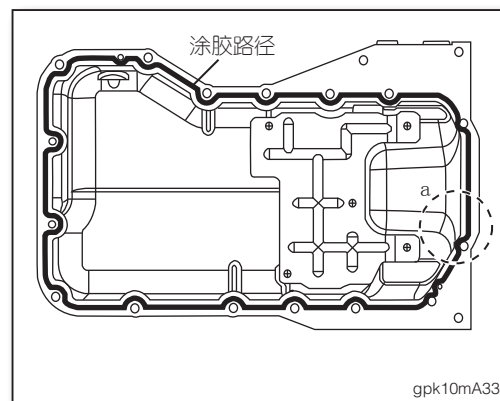

图4
1. 依图标涂胶路径，将油底壳与下曲轴箱接合面使用密封胶以增加密封性(如图4)。